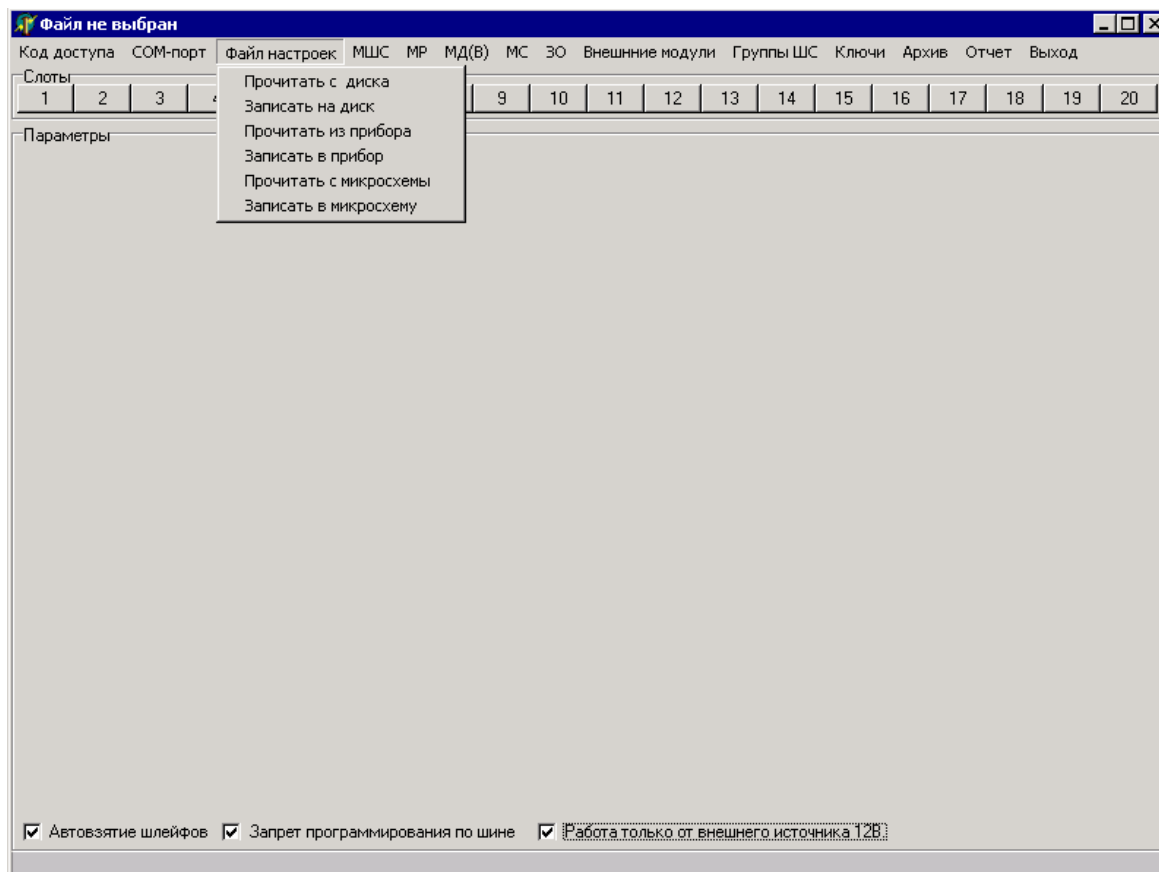

Рис. 4
2.1.2.4 Программа предназначена для работы в трех режимах (рисунок 4):
2.1.2.5 Для автоматического восстановления охраны шлейфов сигнализации (далее по тексту – ШС) прибора после его перезапуска необходимо в нижней части основного окна программы установить флаг «Автозятие шлейфов» (рисунок 4).
При установке в нижней части основного окна программы флага «Запрет программирования по шине» (рисунок 4) невозможны чтение / запись файла настроек непосредственно из памяти / в память прибора.
Если питание прибора осуществляется от внешнего источника постоянного тока, необходимо в нижней части основного окна программы установить флаг «Работа только от внешнего источника 12В» (рисунок 4).